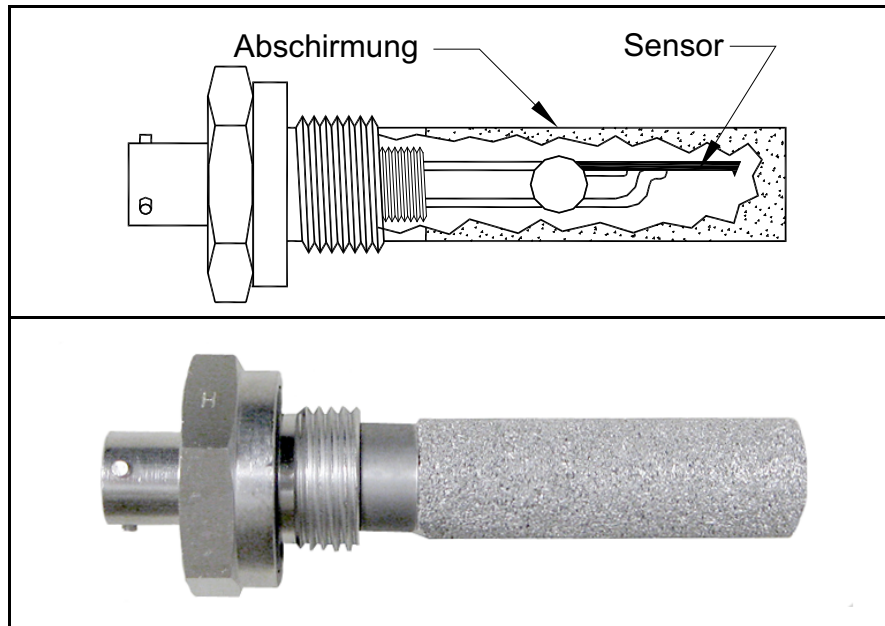
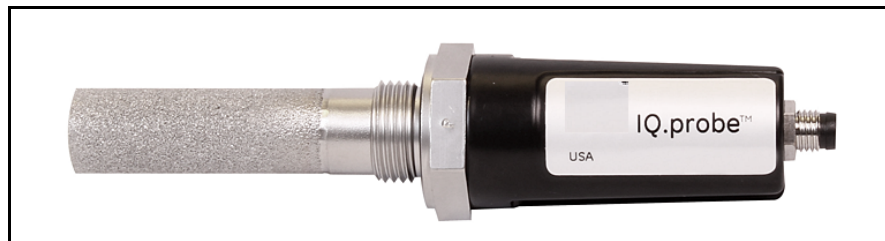

Figure 2: M Series-Messkopf
Figure 3: IQ.probe-Messkopf
Der *Feuchtheitsmesskopf* ist der Teil des Systems, der direkten Kontakt mit dem Prozess hat. Der **dew.IQ** verwendet einen beliebigen Panametrics **M Series**-Messkopf (siehe *Figure 2*) oder **IQ.probe**-Messkopf (siehe *Figure 3*) zur Messung der Taupunkttemperatur in °C oder °F. Die Sensorbaugruppe ist an der Messkopfbefestigung angebracht und durch eine Abschirmung aus gesintertem Edelstahl (siehe *Figure 2*) geschützt.
- M Series-Messkopf (siehe *Figure 2 on page 2*)
- IQ.probe (siehe *Figure 3 on page 2*)